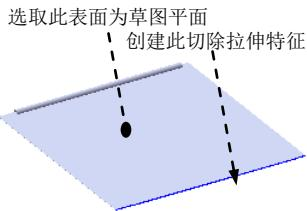
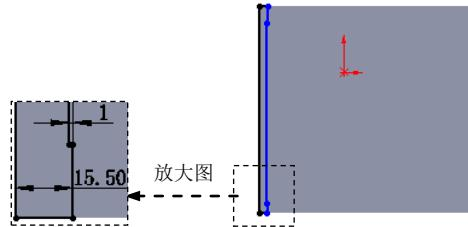

图 17.12.21 创建切除—拉伸 2
图 17.12.22 横断面草图
Step5. 创建图 17.12.21 所示的切除—拉伸 2。选择下拉菜单**插入(I)** \rightarrow **切除(C)** \rightarrow **拉伸(E)...** 命令；选取图 17.12.21 所示的表面作为草图平面，绘制图 17.12.22 所示的横断面草图；在**方向1**区域的**下拉列表**中选择**完全贯穿**选项；其他采用系统默认设置值。单击 \checkmark 按钮，完成切除—拉伸 2 的创建。